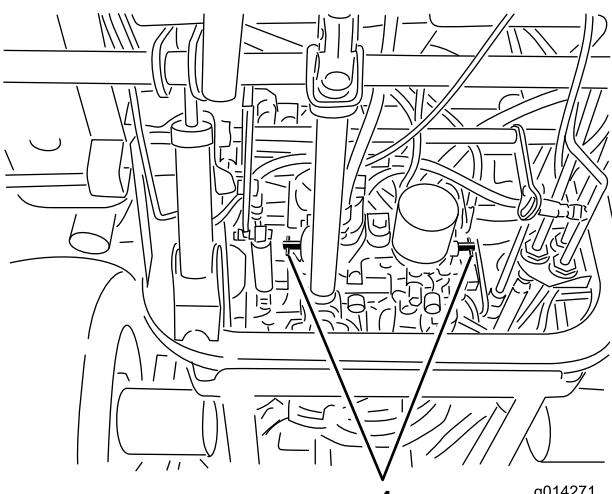

図 25
- 各バイパスバルブを左回りに1回転させる図 25。
各バイパスバルブを右に回転させて手締めするおおよそ 8 N·m (図 25)。